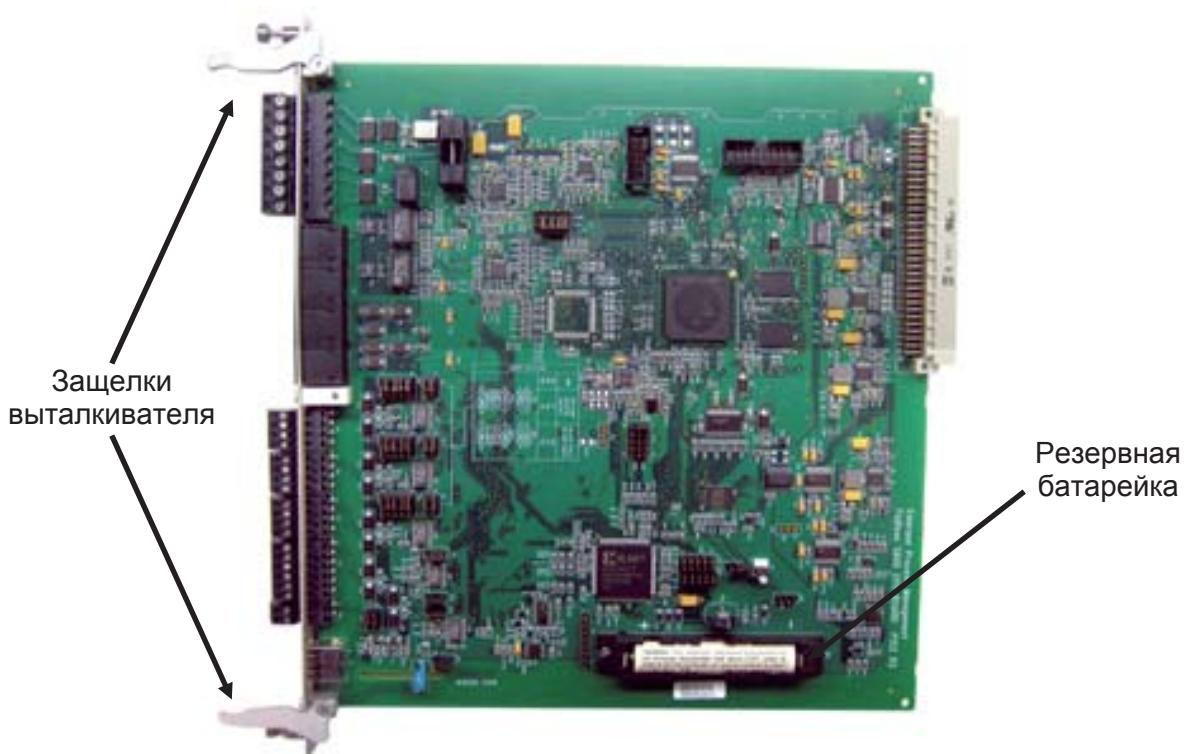

Рисунок 3-2. Общий вид платы модуля ЦПУ
4. Разблокируйте выталкиватели (см. *рисунок 3-2*), и извлеките плату из корпуса.